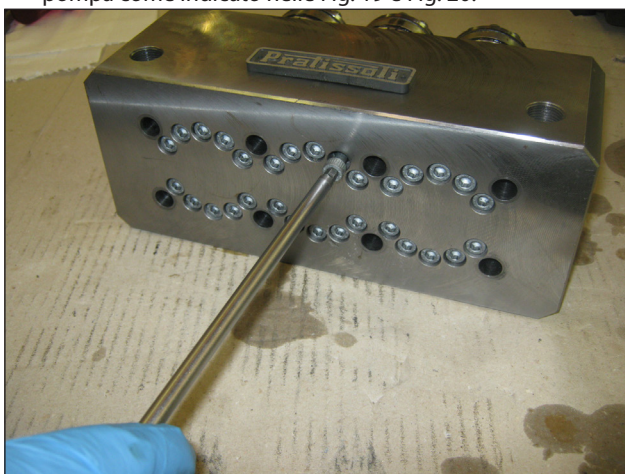
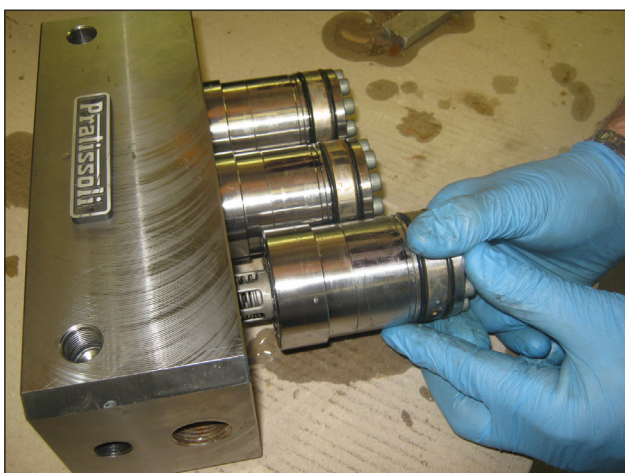

Fig. 21
Fig. 22
- Rimuovere le viti M6x75 fissaggio camicie a testata come indicato in Fig. 21 e procedere come indicato in Fig. 22.